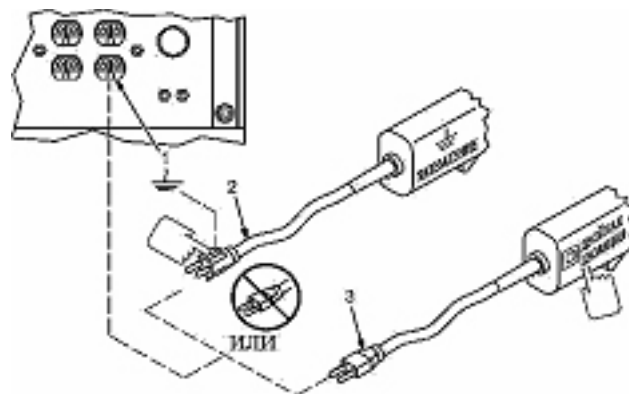

Рис.10
2. Электрическая сеть подключения потребителей относится к системе с изолированной нейтралью (IT), предусматривающей защитное заземление открытых электропроводящих частей корпуса.
5. Подключаемые потребители должны иметь (рис. 10):